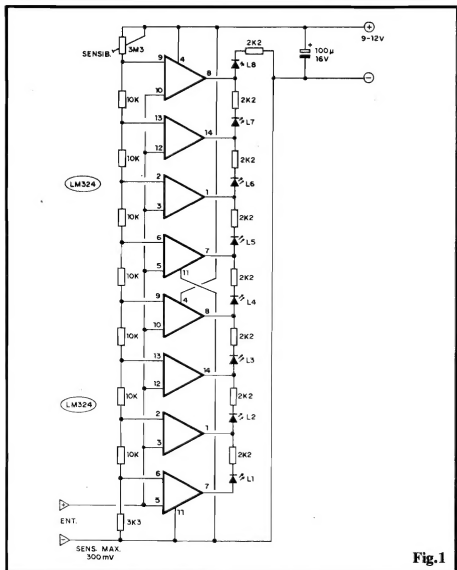

Fig.1
- **FIG. 1 - O CIRCUITO** - Os oito Amplificadores Operacionais contidos nos dois Integrados LM324 foram simplesmente escalonados em comparadores de Tensão, monitorando as "vantagens" presentes nos "degraus" de um "totem" de resistores de idêntico valor (10K), que funcionam como divisores progressivos de Tensão... Essa monitoração é feita via Entrada Inversoras dos comparadores... Já as Entradas não Inversoras, todas juntas, recebem a Tensão externa a ser medida (comparada) em função dos "degraus" de referência... Notem ainda que os resistores extremos da "pilha" divisora, **trim-pot** de 3M3 ao alto e fixo de 3K3 em baixo, determinam as sensibilidade (alcances) mínima e máxima do conjunto, ajustável à vontade, em ampla gama, através do mencionado **trim-pot**... As saídas dos oito comparadores foram aplicadas aos respectivos LEDs indicadores, de forma um pouco inusitada, ou seja: também em "escala", e não diretamente... Com isso, conseguimos substancial economia de Corrente, já que o **display** funciona no modo "ponto" e não no modo "barra", ou seja: acende apenas o LED "da vez", e não todos, desde o primeiro da barra até aquele que indica a momentânea grandeza medida... Um capacitor eletrolítico de 100u desacopla a alimentação que - como já foi dito - pode situar-se entre 9 e 12V, sem problemas... Na verdade, até 18 ou 20 volts poderiam ser usados para energizar o circuito, já que os maiores "puxadores" de Corrente, os LEDs, estão protegidos por resistores não muito baixos (2K2 cada...).